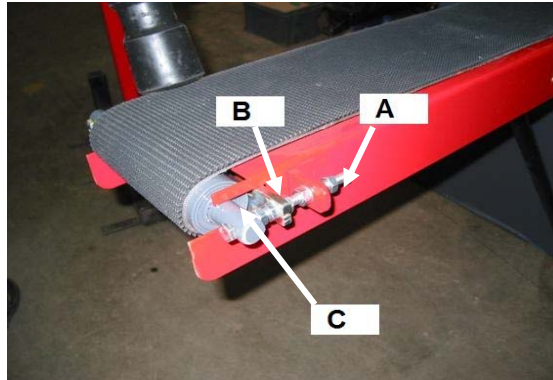

Fig. 18
9.9 Serrage de la courroie du convoyeur d'alimentation, Fig. 18 et 19